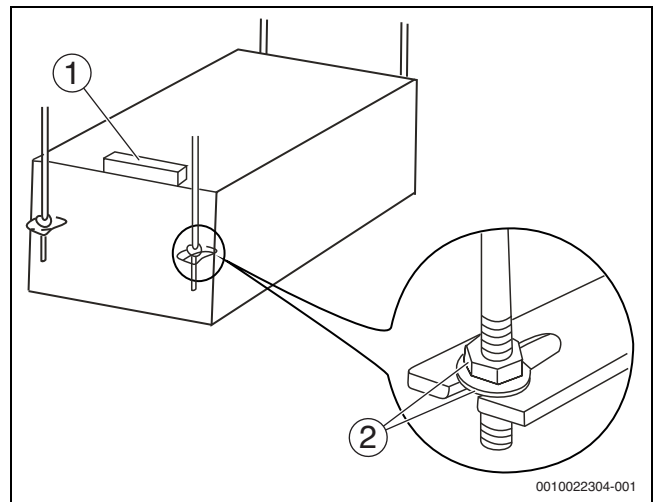

Bild 18
4. Mit einer Wasserwaage sicherstellen, dass die Einheit waagrecht hängt (→ Abbildung 18). (Keinesfalls an den Seiten ohne Kondensatablauf neigen). Vorzugsweise zur Kondensatablaufseite neigen).